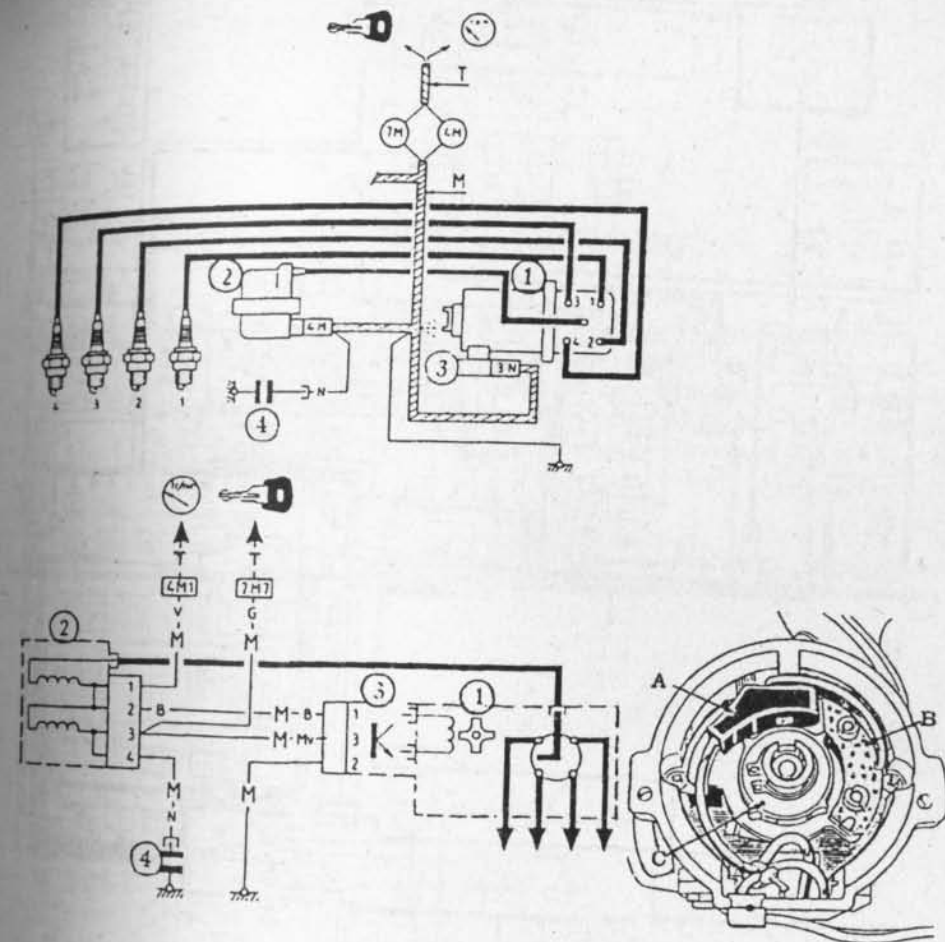

Fig. 4.21.— Encendido electrónico Citroën
14. Encendido electrónico.— Los motores Citroën AX, BX y otros, tienen encendido electrónico, sin contactos. Consta de un generador de impulsos de inducción (1) (Fig. 4-21), de una bobina especial (2), del módulo electrónico (3) y del condensador (4).